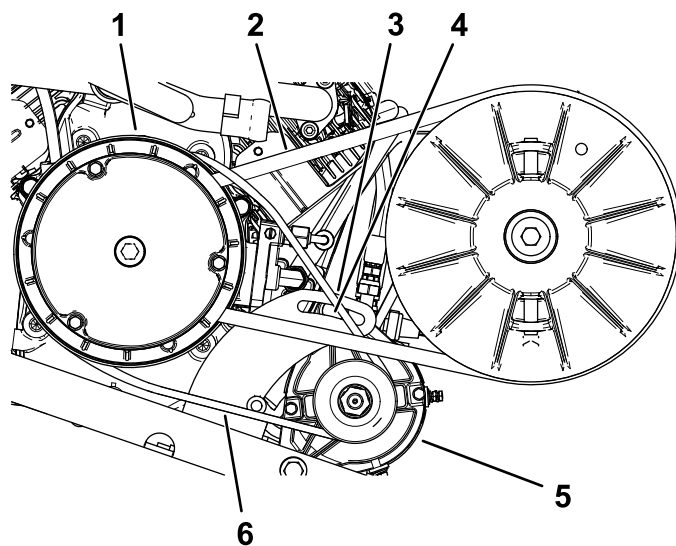

Figura 70
2. Allentate il dado di rotazione del generatore di avviamento (Figura 70).
4. Applicate una pressione verso il basso sul piede di porco per ruotare il motorino di avviamento fino alla fessura in modo che la tensione della cinghia consenta soltanto una flessione di 6 mm della cinghia stessa con forza pari a 44 N·m (Figura 70).
5. Serrate il dado di rotazione a mano e rimuovete il piede di porco (Figura 70).